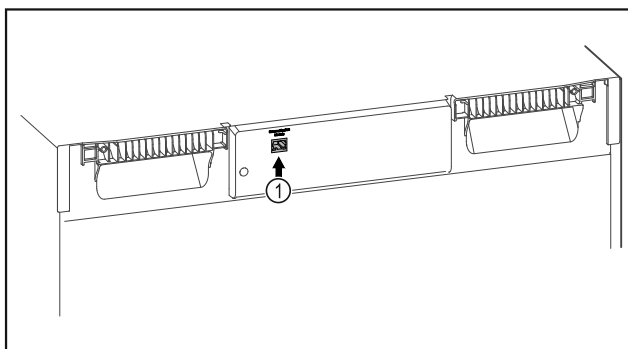

Fig. 105
- ❑ SmartModule Fig. 105 (1) inserito.